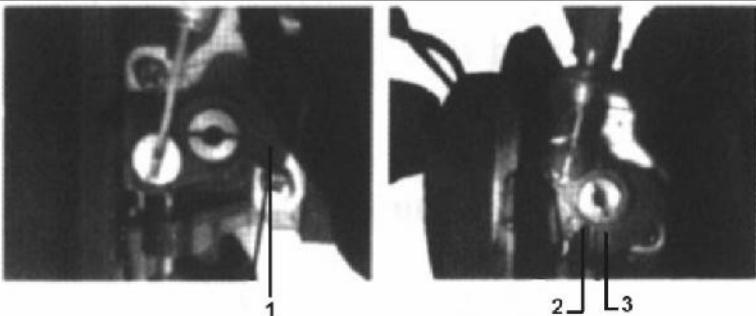

Fig.E8
- Lorsque le câble d'accélérateur est correctement réglé, et lorsque la gâchette d'accélération est appuyée à fond, l'accélérateur s'arrêtera au niveau du corps (Fig.E8)